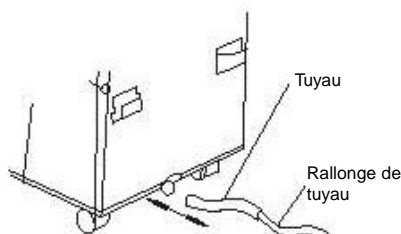

FIG.24
3. Vous pouvez utiliser une rallonge au tuyau (diam. 18 mm) (fig. 24).